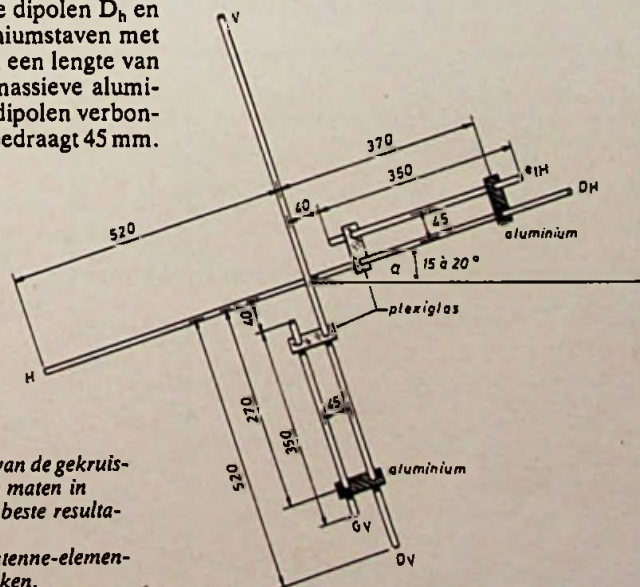

Fig. 7. Definitieve uitvoering van de gekruiste yagi-antenne met de diverse maten in mm, zoals hij in ons geval de beste resultaten geeft.
– Verdraaiing van de antenne om de as geeft variatie in de impedantie. Het blijkt dat verdraaiing van de antenne met ca 15° een optimale impedantie geeft. (Zie ook fig. 7 en afb. 2.) Bij 90° of 270° -verdraaiing blijkt de impedantie 110Ω te worden. Het maakt dus ook nog uit hoe de antenne t.o.v. de aarde, gebouw, dakrand enz. staat.
In fig. 1 zijn alle afmetingen gegeven van de hoofdelementen. Fig. 7 geeft de definitieve stand en bevestiging van de gamma-elementen G_h en G_v aan de dipolen D_h en D_v . G_h en G_v zijn 2 aluminiumstaven met een diameter van 6 mm en een lengte van 350 mm. Zij zijn via een massieve aluminium kortsluitbrug met de dipolen verbonden. De hart-hart afstand bedraagt 45 mm.
Door afregeling van de kortsluitbruggen van de gamma-aanpassingen en het plaatsen van de antenne onder ca 15° (alles volgens fig. 7) vonden we: